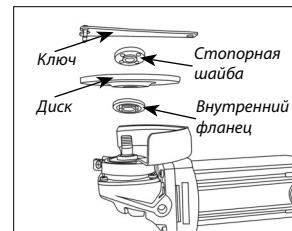

Рис. 3
**1)** Установите внутренний фланец на шпиндель. Наденьте круг на внутренний фланец и накрутите стопорную гайку на шпиндель. (Рис. 3).